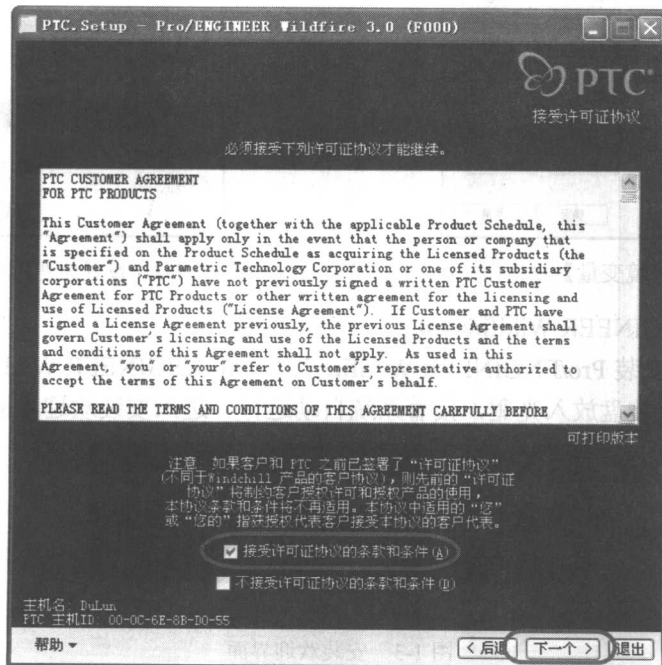

图 1-5 接受许可证协议界面 1
(3) 单击 **下一个 >** 按钮进入接受许可证协议界面 1，选中【接受许可证协议的条款和条件】选项，如图 1-5 所示。